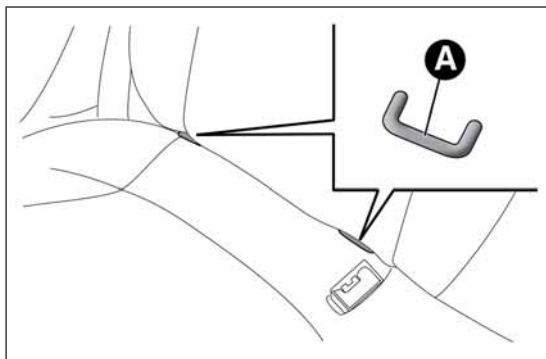

РИС. 102
- закрепите детское кресло с помощью соответствующих металлических нижних колец А РИС. 102, расположенных между спинкой и подушкой заднего сиденья;